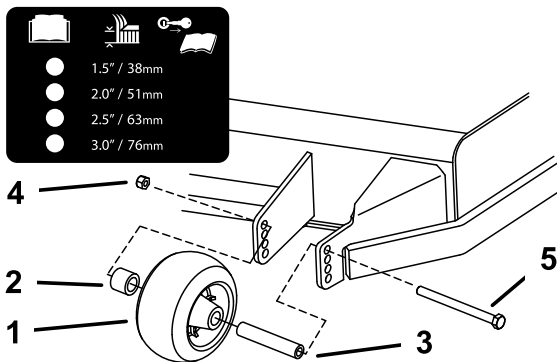

Figura 19
4. Certifique-se de que os espaçadores e casquilhos estão instalados (Figura 19).